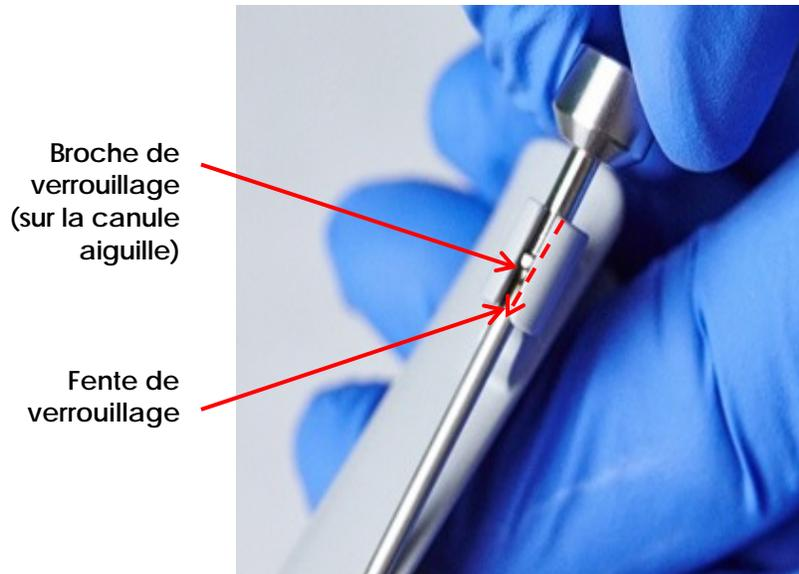

Figure 7 : Verrouiller la canule aiguille
2. Aligner la broche de verrouillage sur la *fente de verrouillage* du *boîtier en plastique* et la faire glisser sur toute la *fente* (voir la Figure 7).